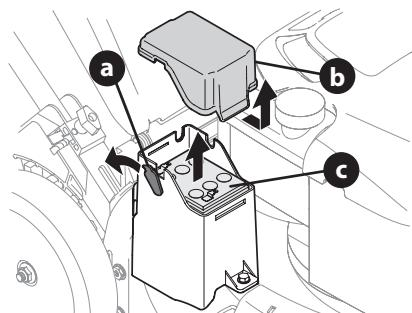

Figura 27
1. Extracción de la batería (Figura 27):